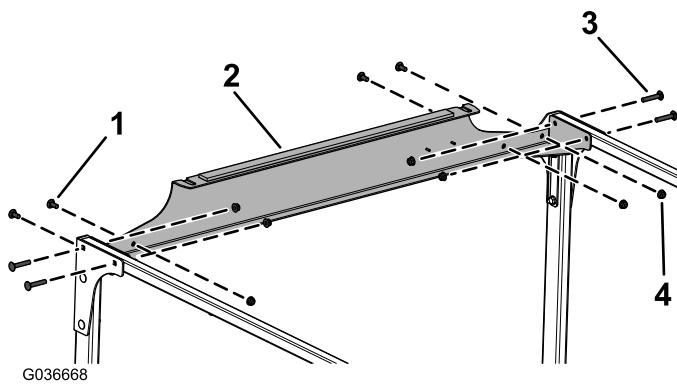

Figura 10
9. Montate, senza serrarlo, il collegamento trasversale posteriore sui tubi di collegamento trasversale e le piastre posteriori utilizzando 4 bulloni a testa tonda (5/16 x 1 $\frac{3}{4}$ "), 4 bulloni a testa tonda (5/16 x 1 $\frac{3}{4}$ ") e 8 dadi flangiati (5/16") come illustrato nella Figura 10.